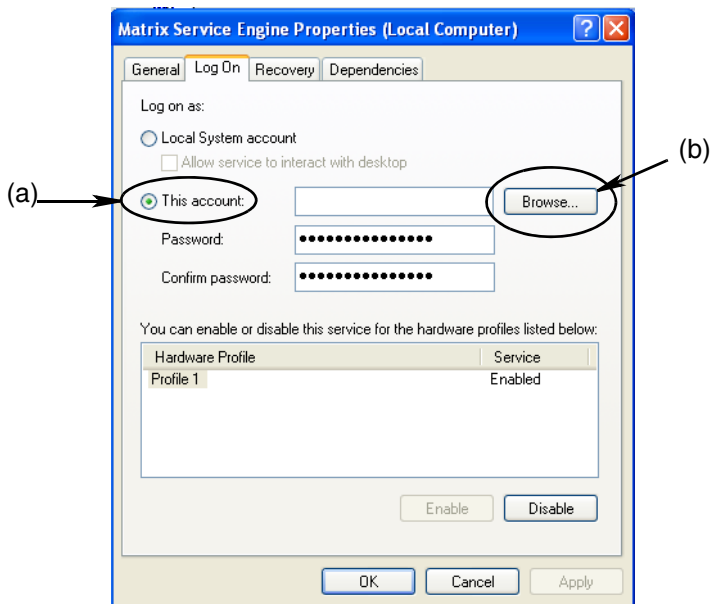

Рис. 58
- f. Выберите параметр «This Account» [Текущая учетная запись] (a) (Рис. 58).
- g. Нажмите кнопку «Обзор» (b) (Рис. 58).
- Если имя найдено, повторно появится следующий экран: (Рис. 58). Укажите пароль своего компьютера. В поле «Confirm password» [Подтверждение пароля] впишите точно такой же пароль.